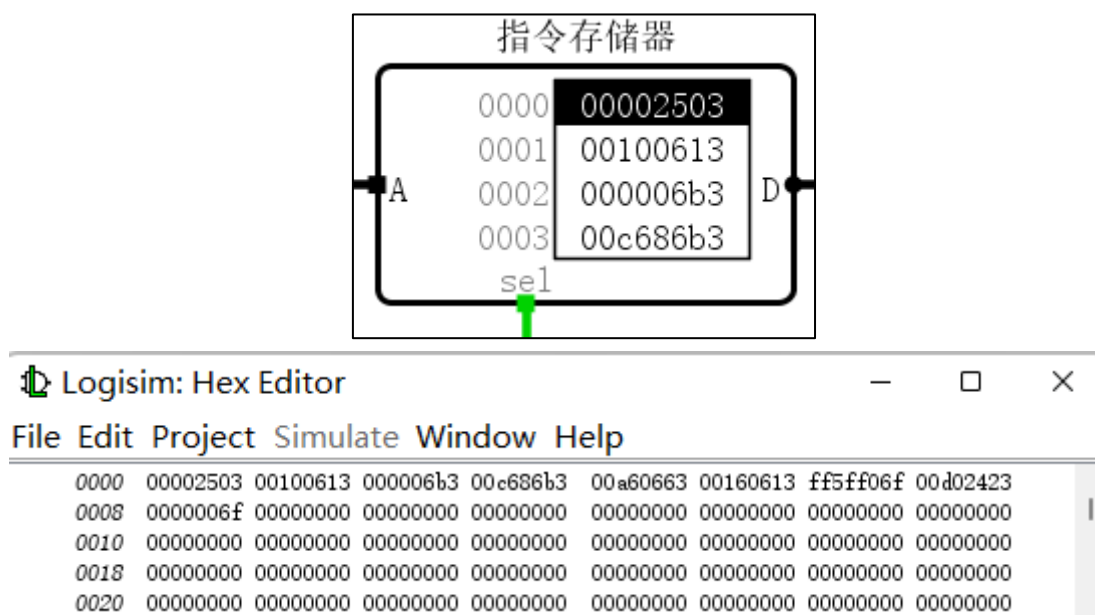

图 6.11 将代码装入指令存储器
① 在 Logisim 中，打开单周期 CPU 电路图，用鼠标右键点击指令存储器 (ROM 组件)，选择装载镜像 (load image) 命令，将镜像文件 sum.hex 加载到指令存储器起始地址 0 单元中，可点击 Edit Content 打开 16 进制编辑器进行查看，如图 6.11 所示。